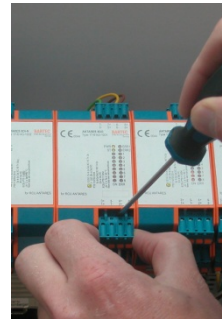

Abbildung 3
- (1) Steckbare Federkraft-Klemmen mit Schraubendreher lösen (Abb. 3).